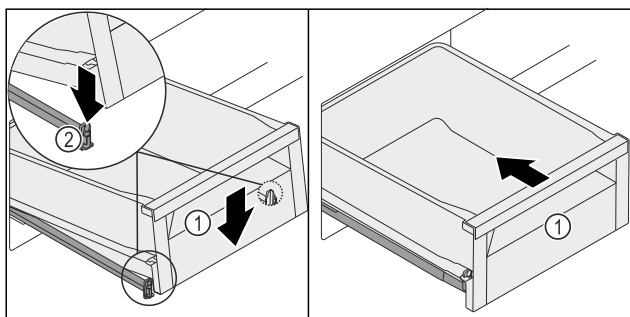

Fig. 128
- Abaisser l'avant du tiroir *Fig. 128 (1)* de manière à insérer le tiroir dans les languettes *Fig. 128 (2)* à gauche et à droite.
- Vous entendrez le tiroir *Fig. 128 (1)* s'enclencher.
- Pousser le tiroir *Fig. 128 (1)*.